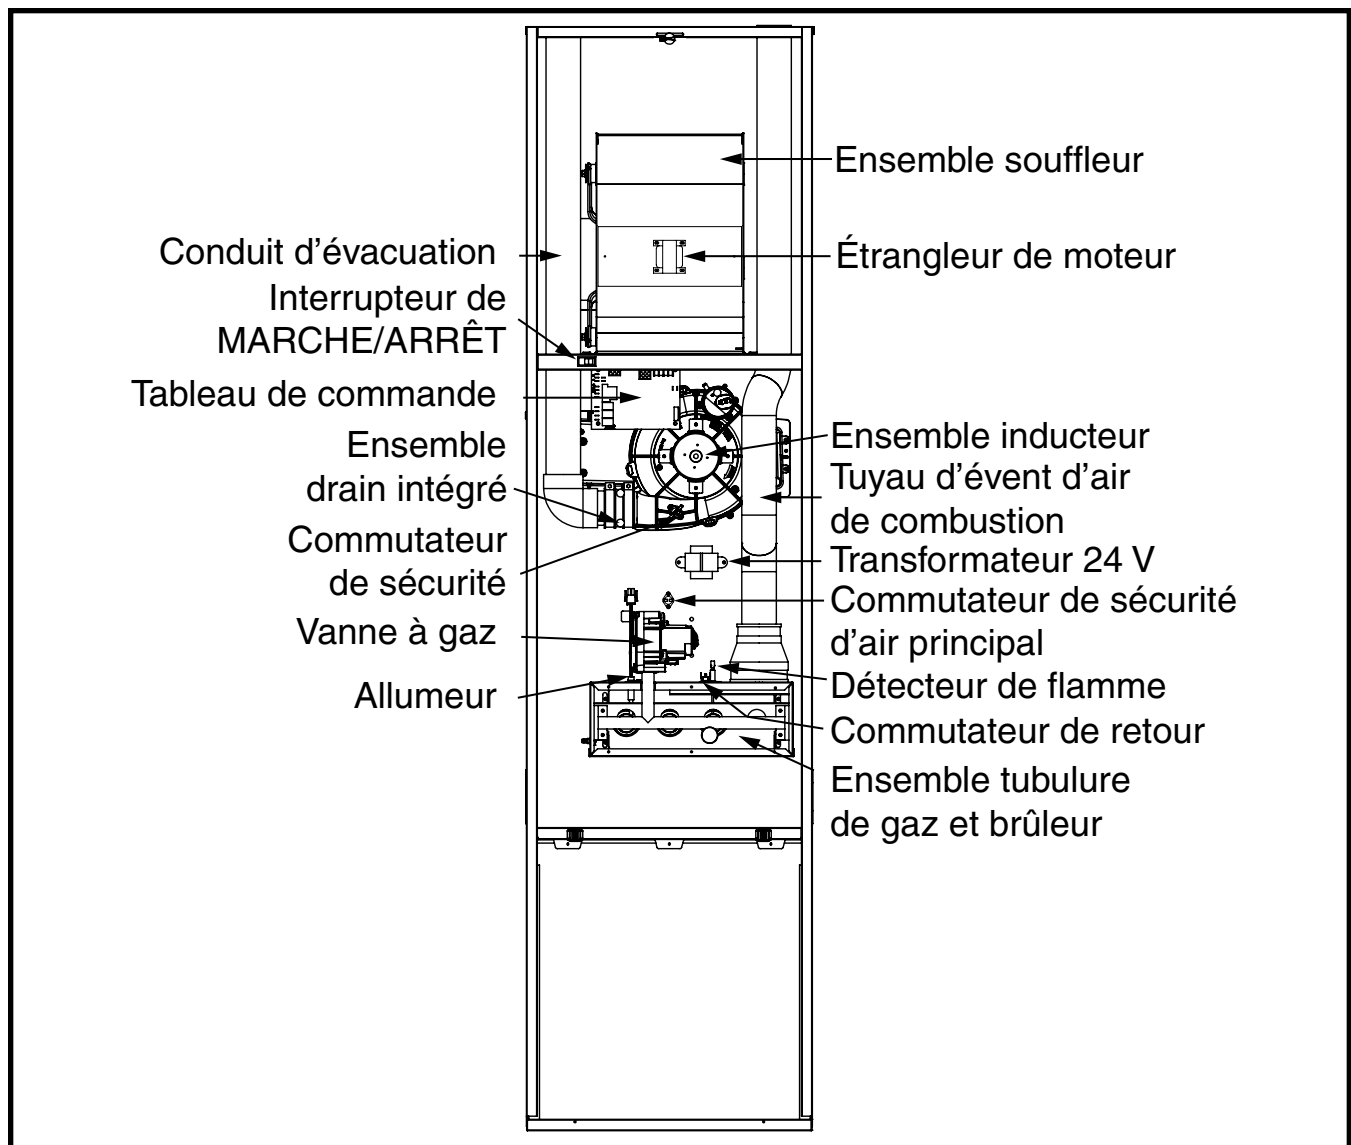

Figure 23. Composants de la fournaise
Si l'orifice doit être remplacé, suivez les étapes 1 à 12. Voyez la Figure 23 \(page 28\) pour l'emplacement du composant.
- Si le souffleur d'inducteur fonctionne et que les éléments ci-dessus ont été vérifiés, vérifiez le commutateur de sécurité du souffleur et le réenclencher au besoin. Voyez la Figure 23 pour l'emplacement du trou.
Les descriptions ci-dessous sont celles de différents composants fonctionnels qui ont une incidence sur le fonctionnement et l'arrêt de cette fournaise. Certains de ces composants et leur emplacement sont montrés à la Figure 23. S'il faut remplacer l'un des composants de la fournaise, utilisez uniquement des pièces de remplacement homologuées par le fabricant, indiquées dans la liste de pièces de remplacement fournie en ligne.